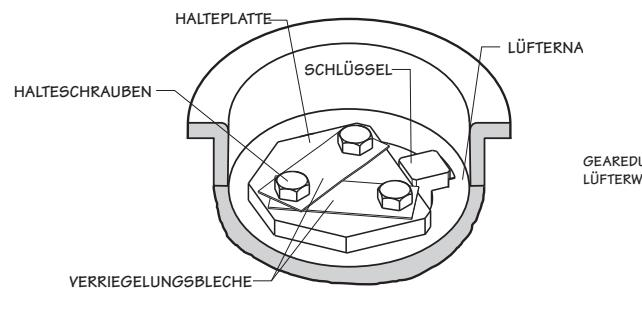

Abbildung 1 Halterplatte Betrieb
4. Abbildung 1 veranschaulicht die ordnungsgemäße Installation von Halteplatte und Befestigungsteilen. Die Halteplatte ist so konstruiert, dass Sie Platz für die Passfeder der Lüfterwelle lässt. Bei ordnungsgemäßer Installation ragt sie in keiner Weise über die Passfeder hinaus oder wirkt sich störend auf sie aus. Die Halteschrauben mit 95 Nm anziehen und danach die Ecken der Sicherungslaschen umschlagen, damit sich die Schrauben nicht lösen.
1. Füllen Sie Öl an der Öffnung der Inspektions-Abdeckung ein, bis die Voll-Markierung am Geareducer-Gehäuse und am Ölstandsanzeiger erreicht ist. Siehe **Abbildung 1 und 2**. Montieren Sie den Deckel.